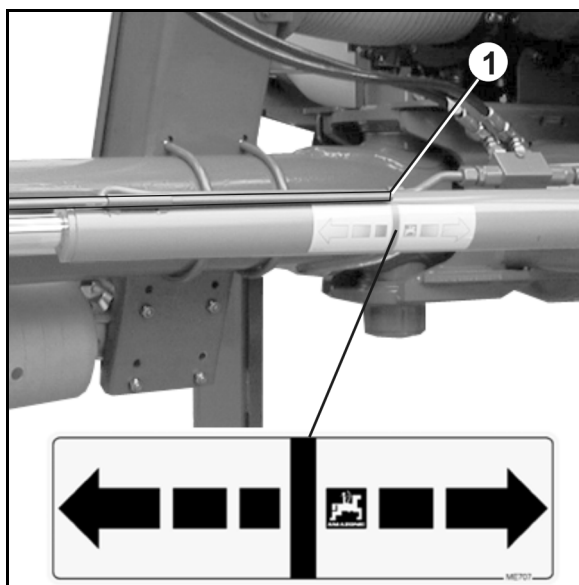

Fig. 39
1. Acionar a unidade de comando do trator *azul* até a lança se encontrar na posição zero (Fig. 39/1).